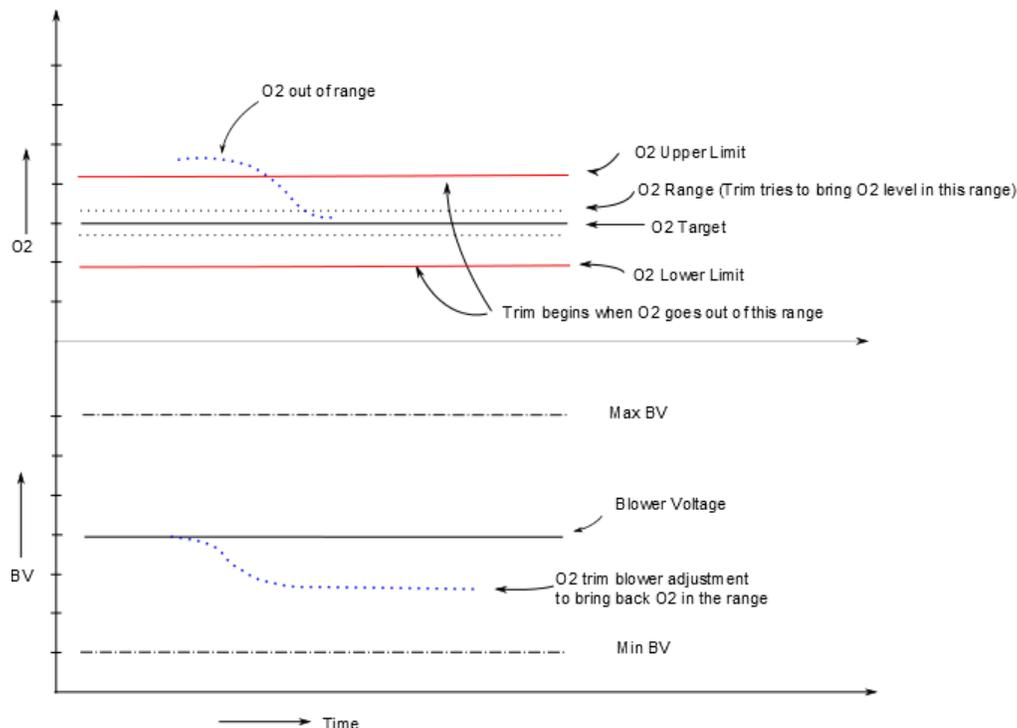

Figure 9-2: Logique de compensation O2
Figure 9-2 montre graphiquement la logique fonctionnelle du système de compensation d'O2 et comment la tension du ventilateur (BV), les limites d'O2 et le rapport air/carburant interagissent lors d'une opération de compensation d'O2. Les limites sont des pré-réglages fixes dans le contrôleur. La plage cible est réglable dans ces limites pour permettre à l'utilisateur de sélectionner le rapport air/carburant optimal pour un chauffe-eau ou une application particulière.
Figure 9-2 montre comment le contrôleur réagirait à une lecture d'O2% supérieure à la limite supérieure. Il réduira la tension du ventilateur (BV) jusqu'à ce que la lecture d'O2% se situe dans la plage cible, à condition que les réglages BV soient dans les limites de cette cadence de tir. La commande le stockera alors comme nouveau réglage d'étalonnage BV jusqu'à ce qu'il soit modifié manuellement ou par un autre cycle de fonction O2 Trim.